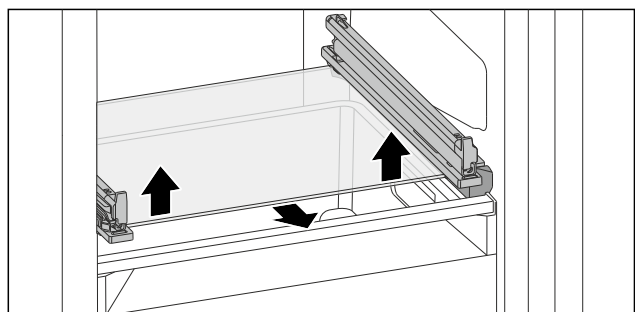

Fig. 202 Стеклянная пластина откидного выдвижного ящика
- ▶ Нажмите на стеклянную пластину снизу вверх с обеих сторон. (см. Fig. 202)